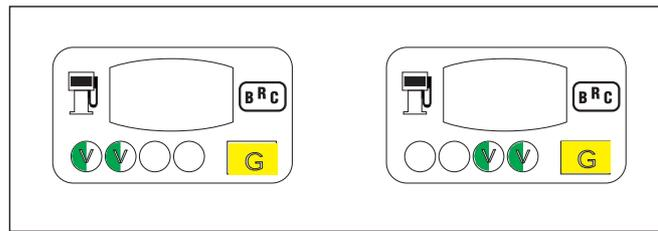

Fig. 28
- Se il regime giri del motore è mantenuto su un valore corretto, il LED BICOLORE si accende giallo fisso ed ha inizio la fase di acquisizione della sonda lambda (fig. 28).